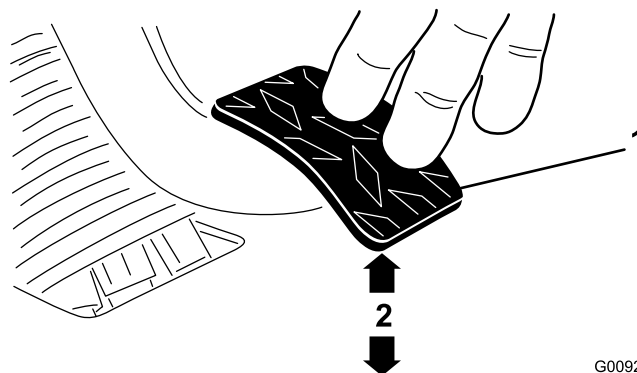

Bild 70
3. Stellen Sie die Klemmmuttern oder das Kugelgelenk ein, bis sich die hintere Kante des Kupplungspedals 9,2 cm bis 9,8 cm von der Oberseite des Bodenplattensternmusters befindet, wenn Sie eine Kraft von 1,8 kg auf das Pedal aufbringen (Bild 70).